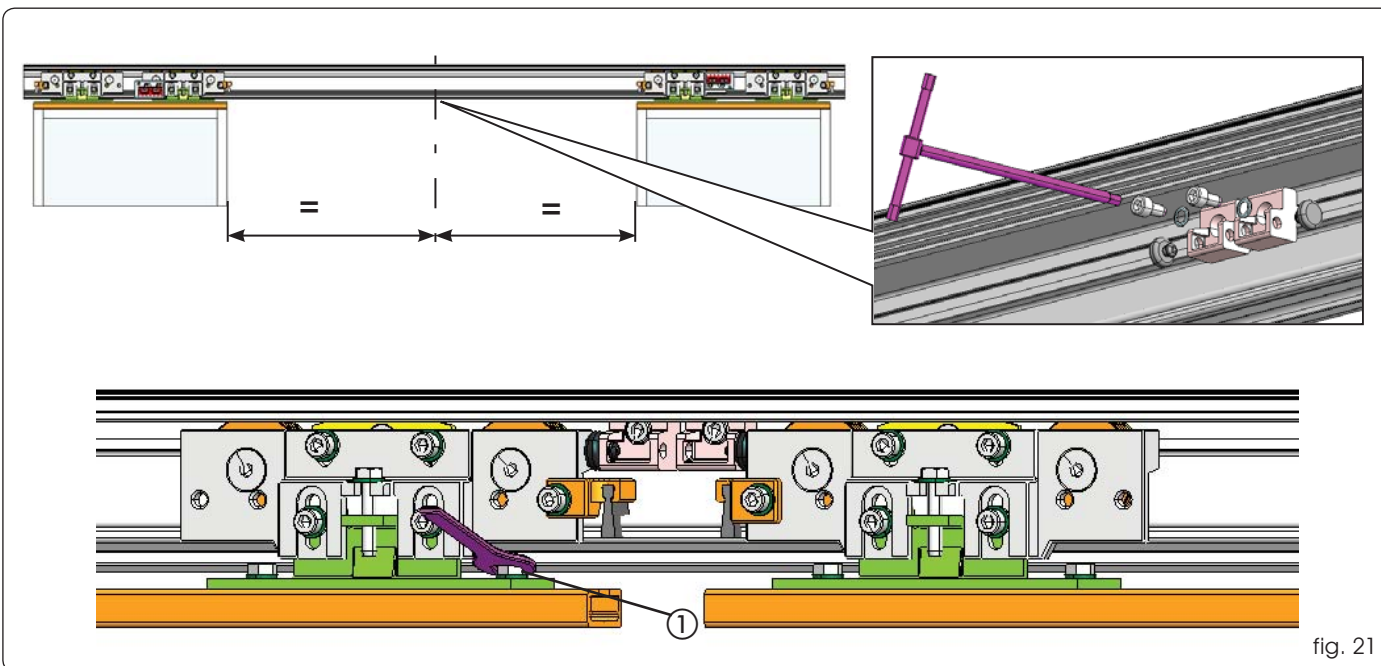

fig. 21
- Afloje los tornillos de fijación de los carros (fig. 21 ref. ①).